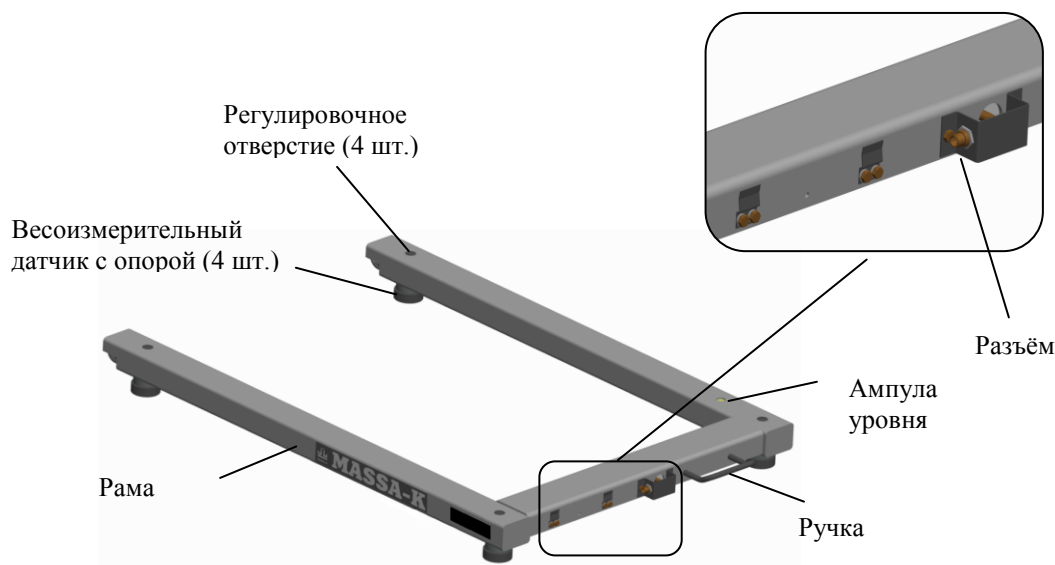

Рис. 6.1 - Модуль взвешивающий 4D-U
6.1.1 Модуль состоит из рамы, на которой установлены четыре цифровых весоизмерительных датчика с опорами (Рис. 6.1).
6.2.2 Выньте заглушки из регулировочных отверстий (см. Рис. 6.1). Вкрутите опоры в весоизмерительные датчики. Используя шлицевую отвертку, установите винт каждой из опор вровень с верхней гранью весоизмерительного датчика.